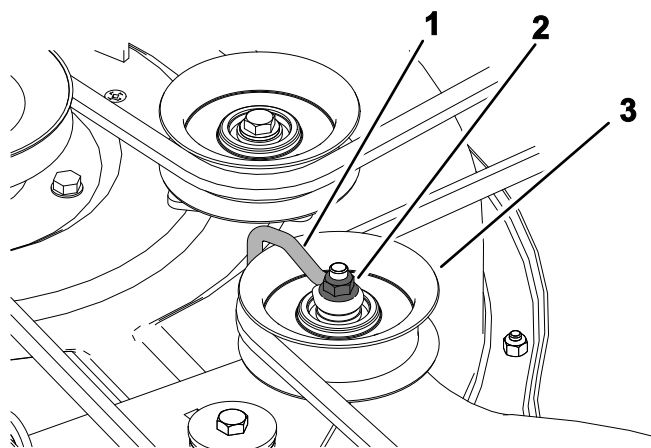

**Рисунок 55**
5. Ослабьте винт и нажмите внутрь на выступ в кожухе, чтобы снять кожухи шкива (Рисунок 55)